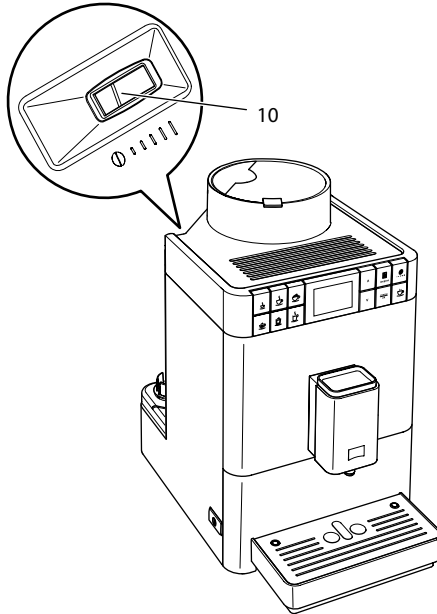

Fig. 16 : Levier de réglage de la finesse de la mouture
- » Le levier « Réglage de la mouture » (10) apparaît sur le corps de l'appareil.
2. Placer le levier vers la gauche ou la droite comme illustré à la Fig. 16.